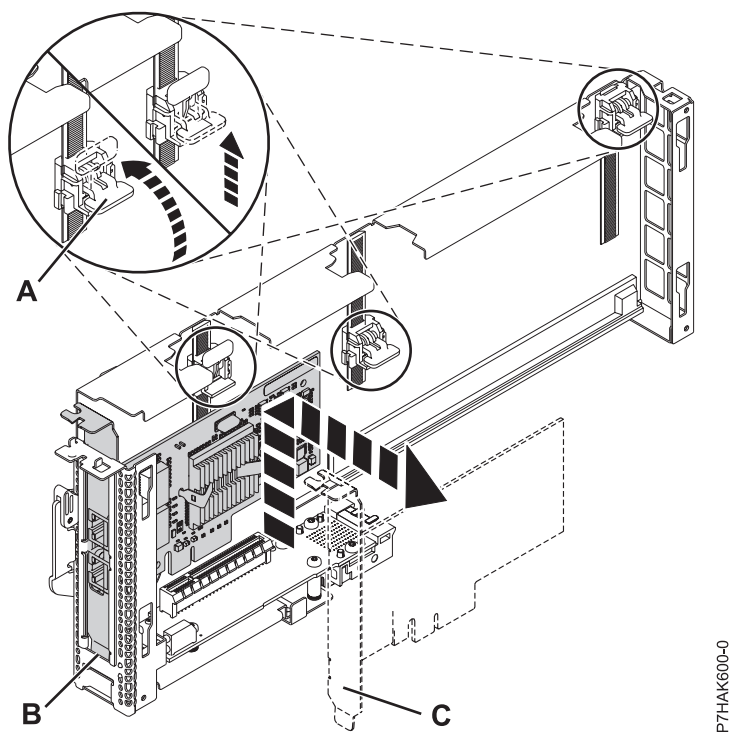

Figura 27. Adaptador que s'ha tret del casset d'adaptadors PCI
- a. Obriu les peces de retenció de l'adaptador fent girar els clips de retenció (A) fins que estigui en posició horitzontal. Consulteu Figura 27 a la pàgina 38.